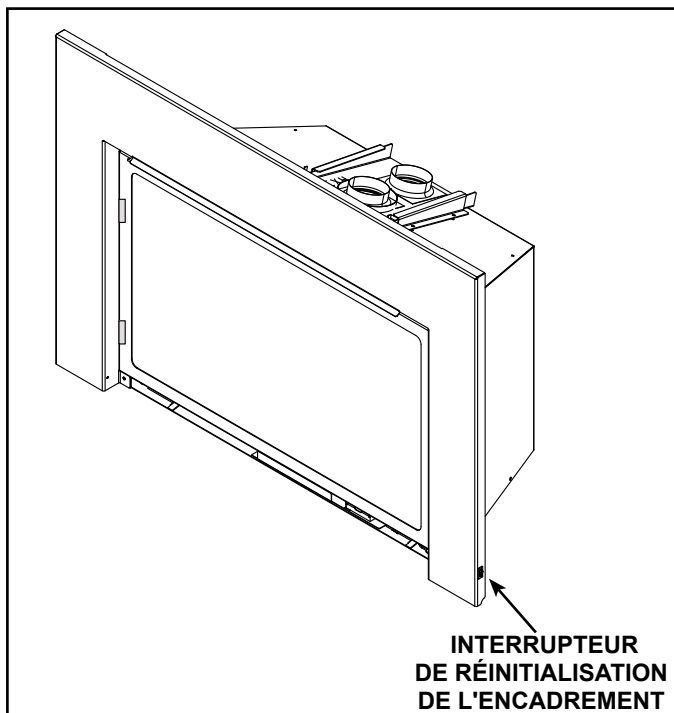

Figure 3.9 Interrupteur de réinitialisation de l'encadrement
2. Réglez l'interrupteur de réinitialisation de l'encadrement sur la position « OFF ». Voir la figure 3.9. Assurez-vous que l'interrupteur du module d'allumage n'est **PAS** sur la position « ON ».
- Réglez l'interrupteur de réinitialisation de l'encadrement sur la position « ON ». Voir la figure 3.9. Assurez-vous que l'interrupteur du module d'allumage est en position « REMOTE ».
- Réglez l'interrupteur de réinitialisation de l'encadrement sur la position « ON ». Voir la figure 3.9.
- Glissez l'interrupteur ON/REMOTE/OFF à ON. Voir la figure 3.9.
- Réglez l'interrupteur de réinitialisation de l'encadrement sur la position « OFF ». Voir la figure 3.9.
- Réglez l'interrupteur de réinitialisation de l'appareil sur la position « OFF ». Voir la figure 3.9 pour l'emplacement de l'interrupteur de réinitialisation.